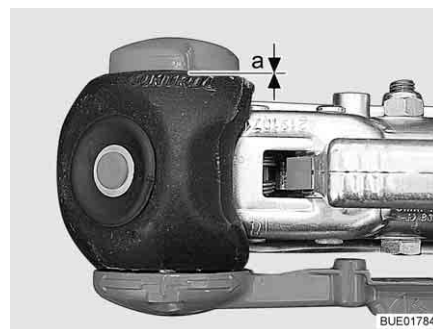

Fig. 209 Contrôle d'usure
- Distance  $a = 0$  (Fig. 209) : Contrôler les garnitures de friction et au besoin les changer.